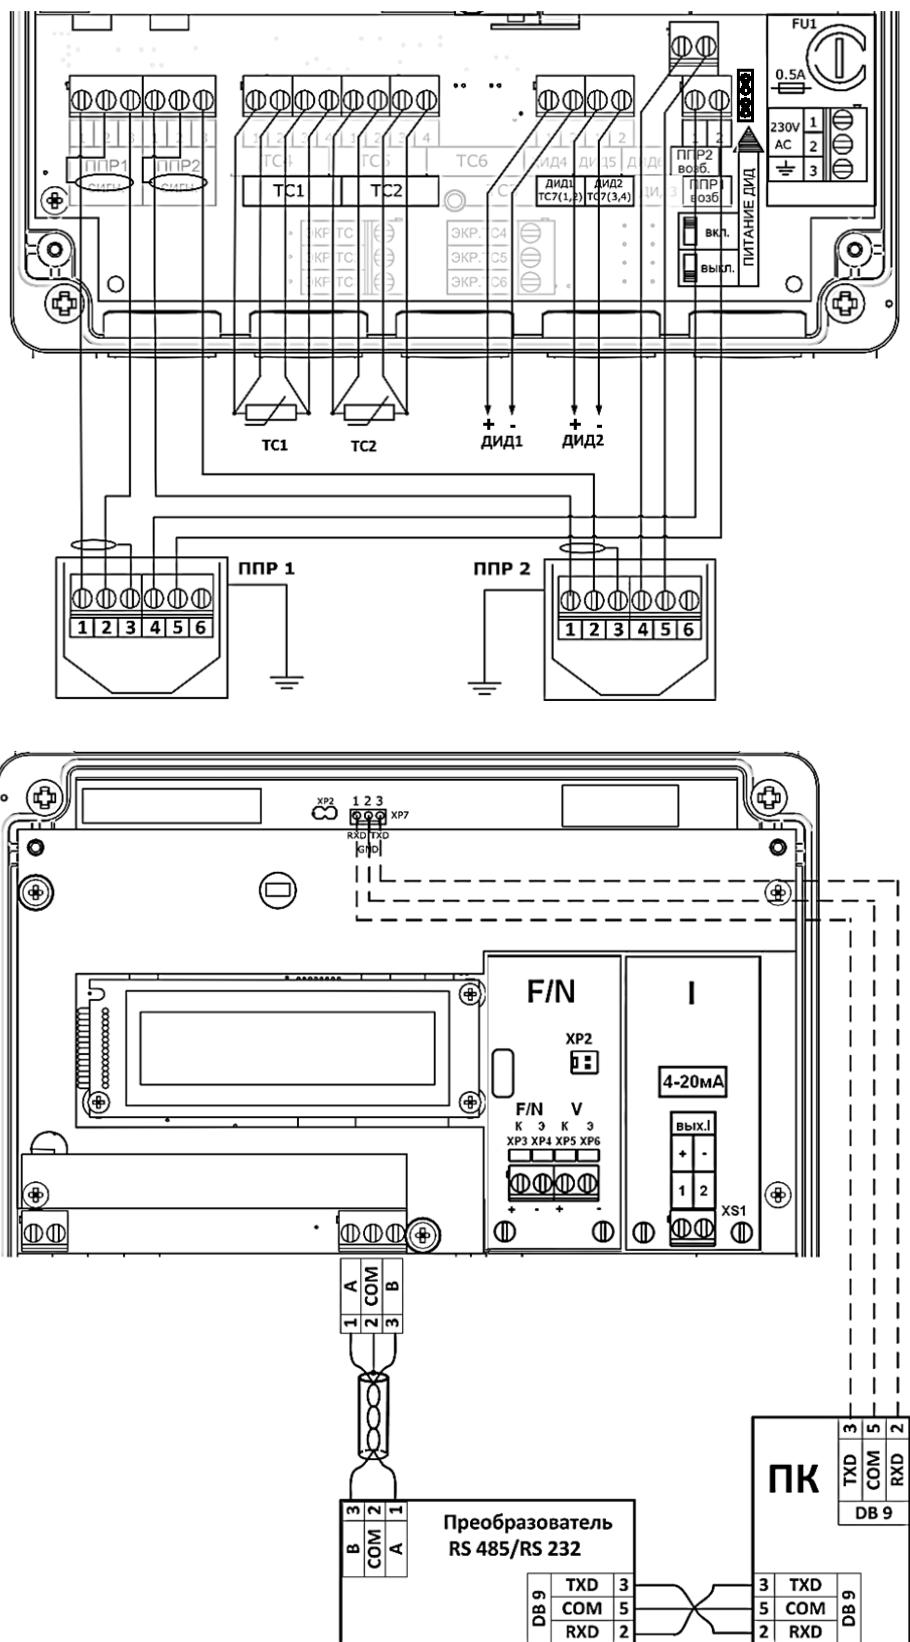

Рисунок 8.10
8.5.2 Расходомер может поставляться со встроенными источниками питания датчиков давления (по заказу). В этом случае подключение датчиков давления выполняется в соответствии со схемой на рис. 8.10. Для запитывания датчиков давления переключатель SA1 должен быть включен.
8.9.2 Конфигурация выходных каскадов (см. рисунок 8.10), выбирается посредством установки/снятия джамперов на плате модуля F/N (таблица 8):